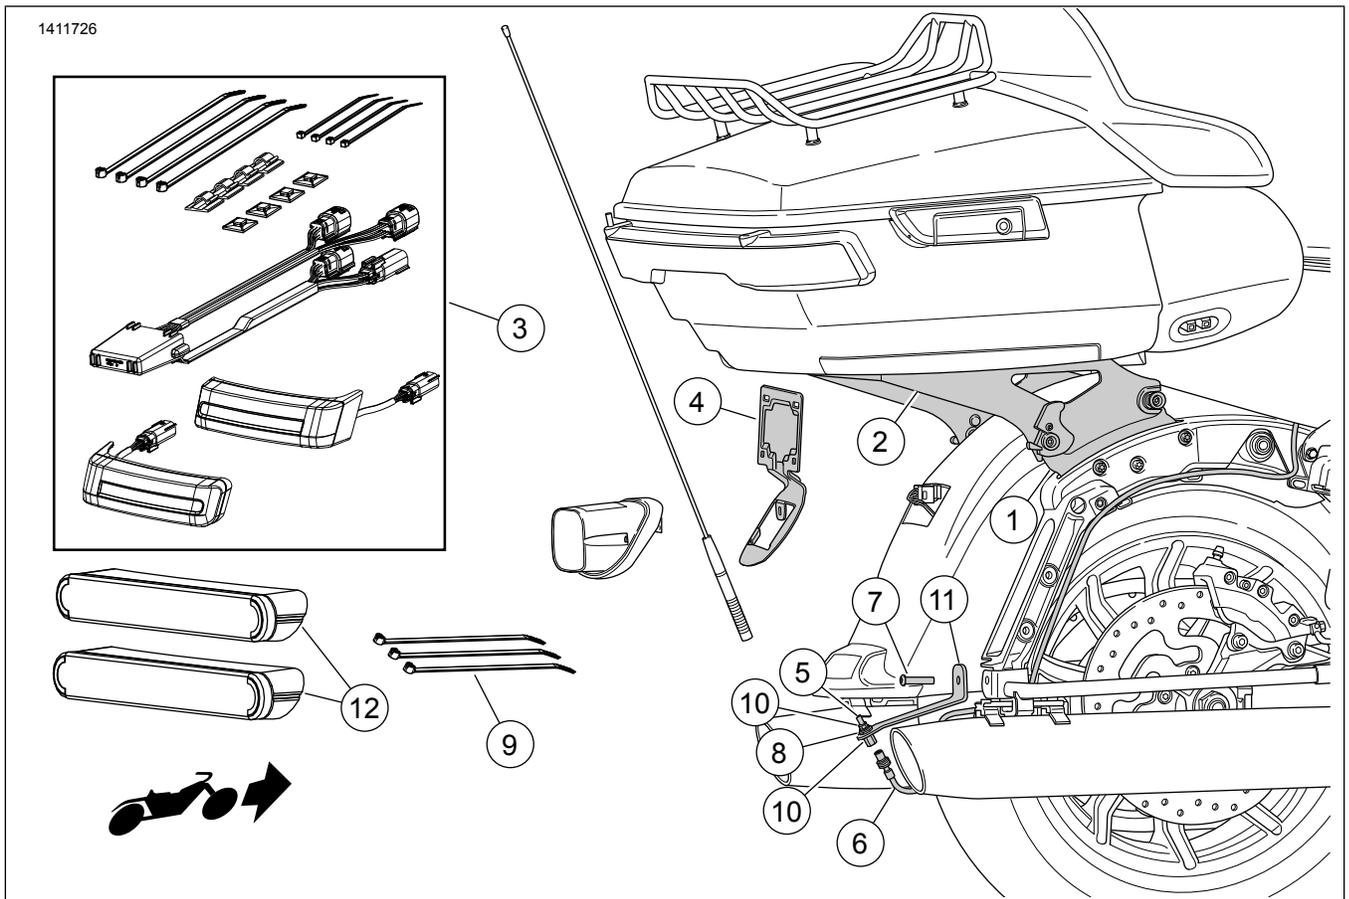

図1。キット内容: 取り外し可能なツアーパックマウントラック
1. 「図1」を参照。そのキットに入っているドッキングハードウェアキット(1)を指示通りに、取り付ける。
「図1」を参照。レフレクター(12)の位置に印を付けてください。